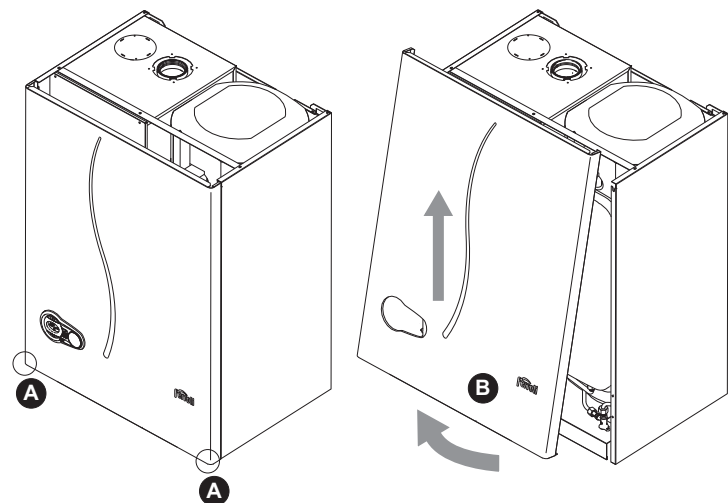

fig. 24 - Ouverture du panneau avant
- Dévisser les vis **A** (voir fig. 24)